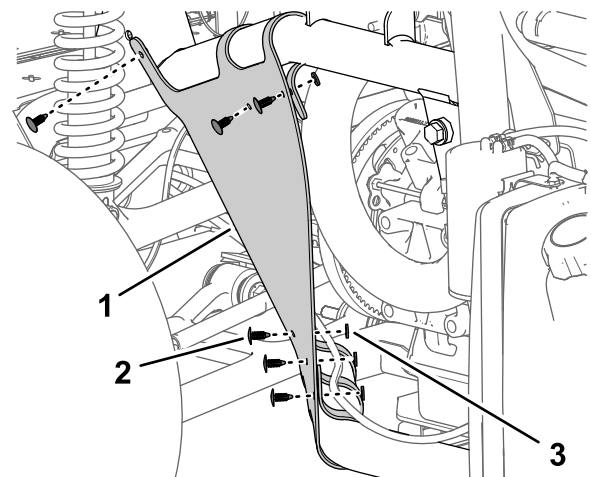

Figure 10
4. Retirez les 6 fixations à pression et les 5 rondelles (9/16 x 1/2") qui fixent la doublure d'aile au cadre de la machine (Figure 10).